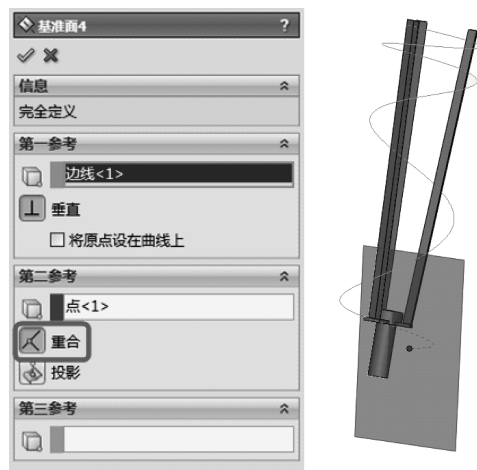

图 14-53 生成基准面 2
4) 单击【参考几何体】工具栏中的 (基准面) 按钮, 在【属性管理器】中弹出【基准面】的属性设置。在【第一参考】中, 在图形区域中选择边线 1, 单击【垂直】按钮; 在【第二参考】中, 在图形区域中选择螺旋线草图的一个端点, 单击【重合】按钮, 如图 14-53 所示, 在图形区域中显示出新建基准面的预览, 单击 (确定) 按钮, 生成基准面。